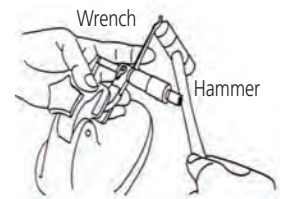

Fig. 1
- ถ้าตำแหน่งศูนย์ไม่ตรงให้ตั้งค่าใหม่โดยการหมุนปลอกใน (sleeve) ด้วยประแจ เคาะตามประแจด้วยค้อนเบาๆ ถ้าจำเป็น (Fig. 1)